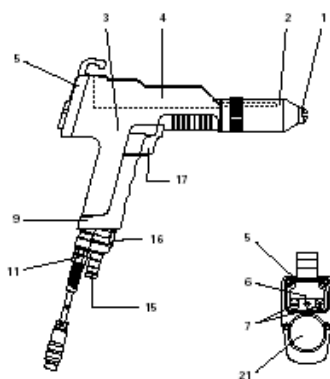

Рис. 8
**Почти никакого ремонта не требуется если только не нужно заменить предположительно дефектные части. Замена каскада и ремонт соединений кабеля порошкового пистолета (11 – Рис.8) разрешены только в ремонтном центре, курируемым ITW Gema.**